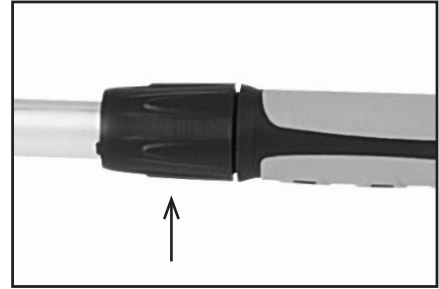

Fig. 9
- Allentare l'anello di bloccaggio del tubo telescopico. (**Fig. 9**)